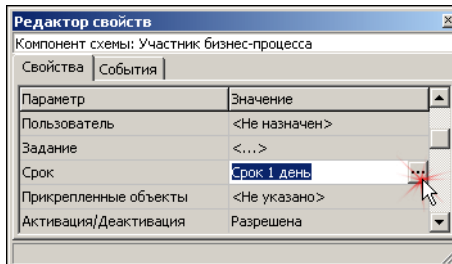

Рис. 4.14.
2. На панели **Редактор свойств** щелкните мышью в ячейке со значением параметра **Срок** и нажмите кнопку ввода значения параметра (рис. 4.14). Откроется окно **Условие выполнения**.